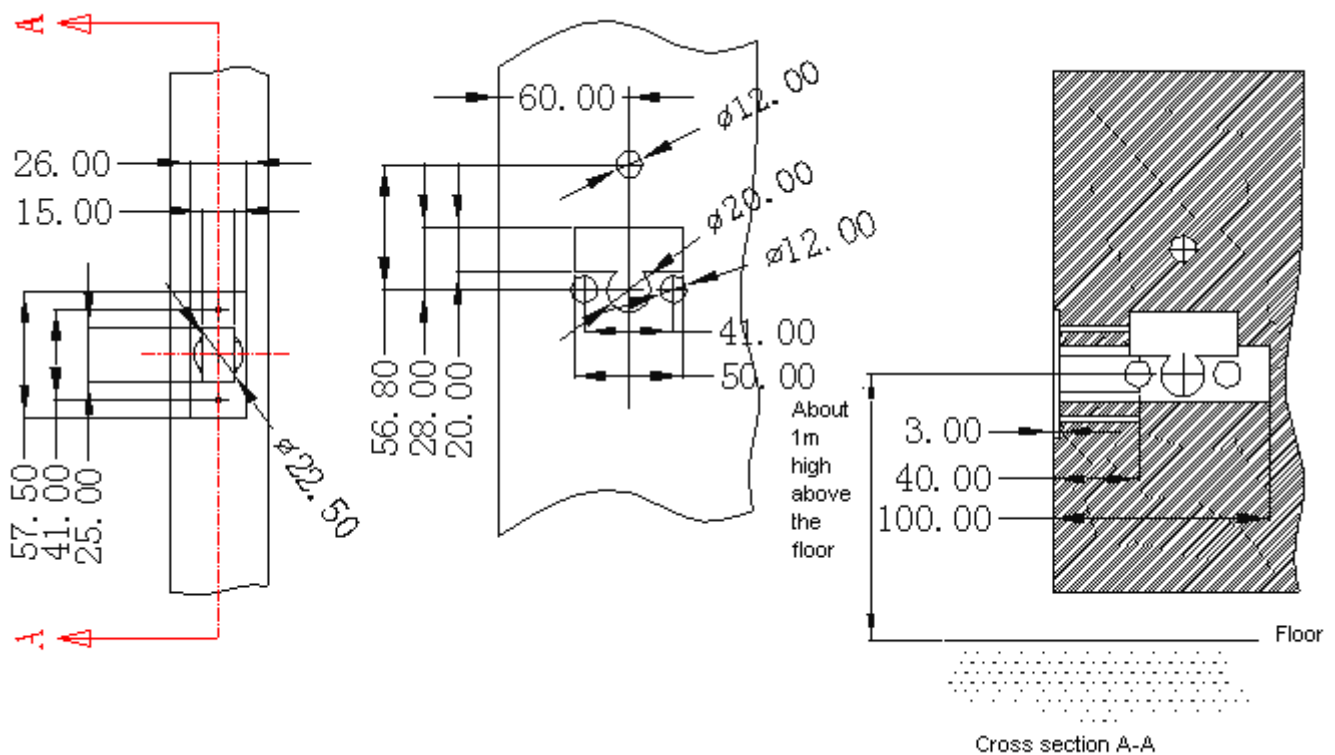

Imagen 2.2.1 Esquema de la ubicación de los orificios para el modelo CI-FP. (Vista de frente)
1. Puerta de madera, aluminio, etc. (Las dimensiones de los agujeros deberán ser acordes a las medidas de la Imagen 2.2.1)